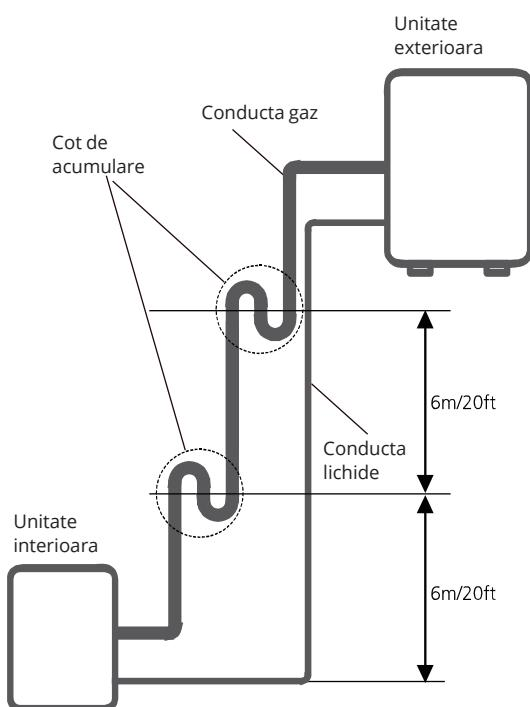

Fig. 7.4
- Se recomanda ca aspiratoarele sa nu fie montate invers. Nivelul optim de return al uleiului trebuie mentinut cu ajutorul vitezei de aspirare a gazului. Daca vitezele scad sub 7.62m/s (1500 picioare/m), returnul va scadea. Instalati coturile la fiecare 6m (20 picioare) (Vezi Fig 7.4)